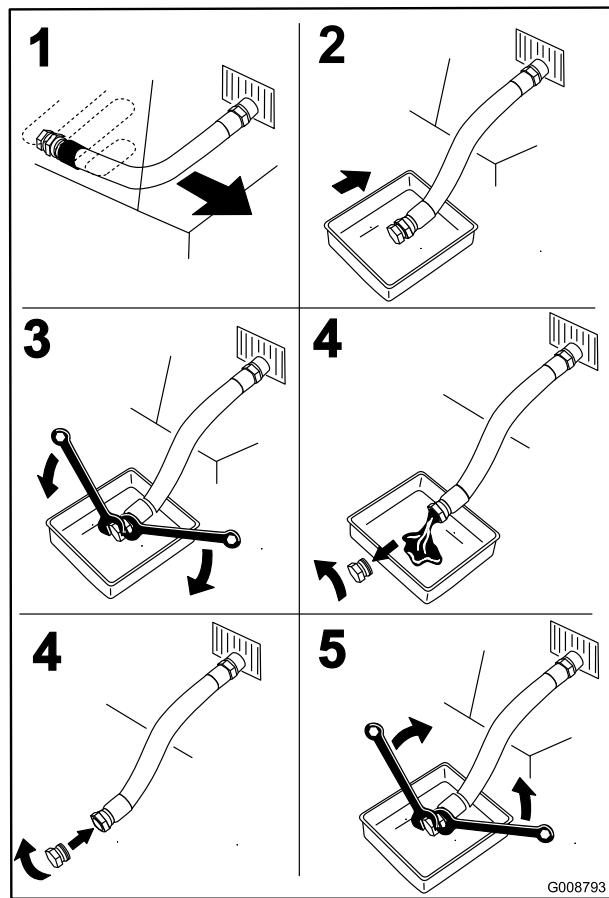

Figura 39
4. Cambie el aceite del motor (Figura 39).